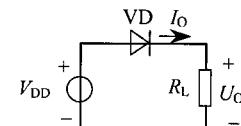

图 1-1 例 1-1 电路
【例 1-1】 已知电路如图 1-1 所示， VD 为硅二极管， $R_L = 1.2k\Omega$ ，当 (1) $V_{DD} = 1.5V$ ；